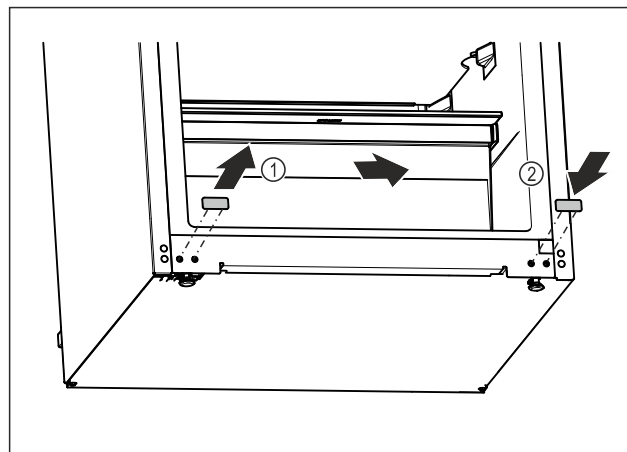

Fig. 21
- ▶ Витягніть заглушки. Fig. 21 (1)
- ▶ Вставте заглушки з протилежного боку. Fig. 21 (2)